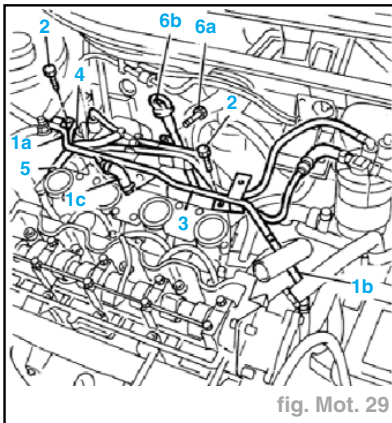

fig. Mot. 29
- Détacher les tuyaux flexibles (**1a**) et (**1b**) du thermostat, du vase d'expansion et du collecteur d'admission (fig. Mot. 29).